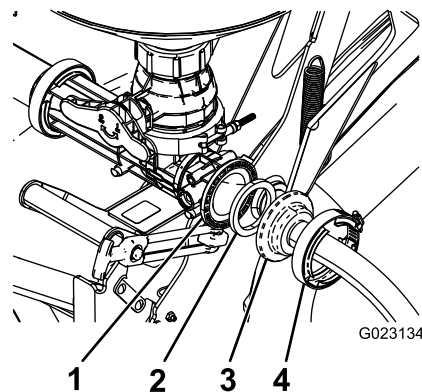

Figura 20
4. Fissate l'estremità del flessibile di alimentazione senza diaframma sull'apertura posteriore situata sulla valvola del nebulizzatore utilizzando una guarnizione e una fascetta stringitubo (Figura 20).